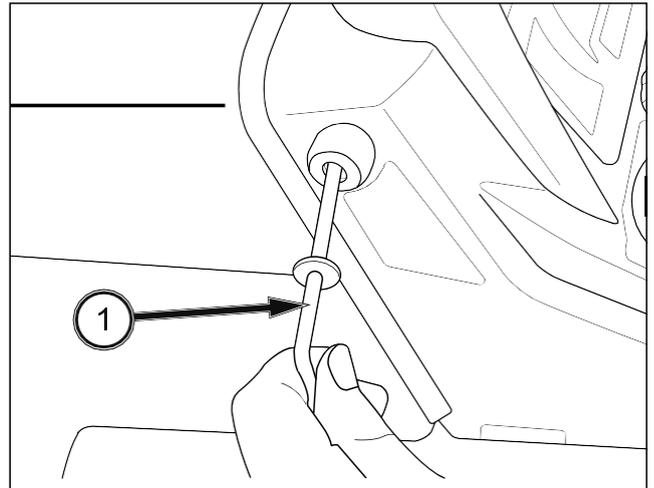

FIG. 5-2
FIG. 5-2, 5-3 y 5-4: Para abrir el capó, utilice la herramienta (1) enganchada a la llave de contacto. Podrá ver un orificio en el lado izquierdo del cuadro de instrumentos. Introduzca la herramienta en este orificio y empújela dentro.